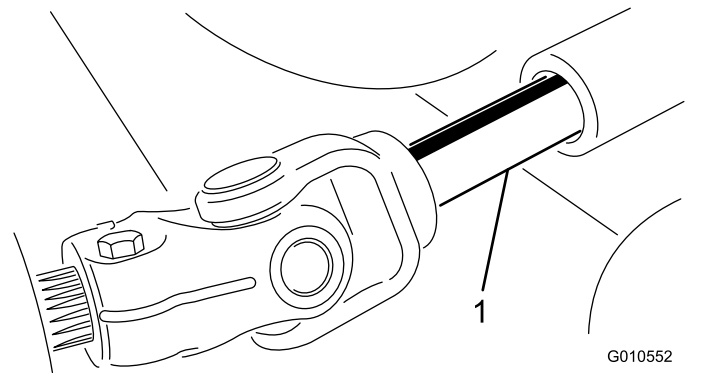

Figura 26
3. Aleje la unidad de corte de la unidad de tracción, separando las secciones macho y hembra del árbol de la TDF (Figura 26).
- Introduzca el árbol macho de la TDF en el árbol hembra de la TDF (Figura 26).